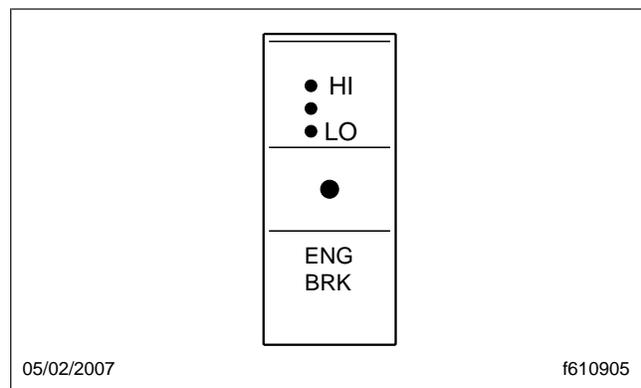

Fig. 13.2, Interrupteur de niveau du frein moteur
- L'interrupteur à bascule HI/MED/LO du frein moteur sur le tableau de bord contrôle le niveau de freinage moteur. Voir la figure 13.2. Un voyant DEL jaune s'allume au centre de l'interrupteur lorsqu'il est activé, et il est rétroéclairé en vert lorsque les lampes du tableau de bord sont allumées.
Le frein moteur s'engage au dernier niveau défini sur l'interrupteur HI/MED/LO du tableau de bord. Voir la figure 13.2.